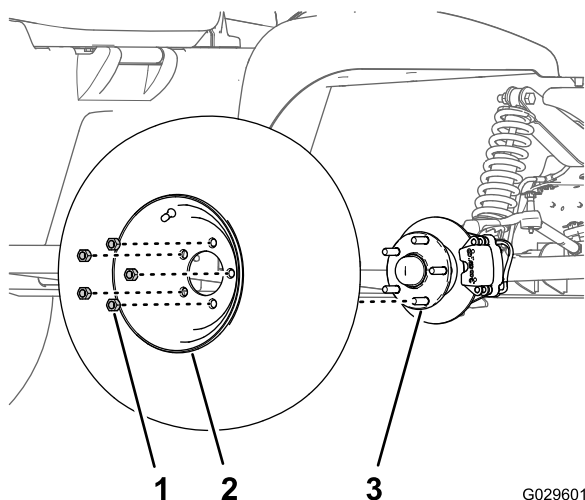

Рисунок 27
2. Отверните 5 зажимных гаек, которые крепят каждое колесо к ступице (Рисунок 27).
4. Совместите отверстия в колесе со шпильками в ступице и установите колесо на ступицу так, чтобы вентиль шины был направлен наружу (Рисунок 27).
5. Закрепите колесо на ступице зажимными гайками (Рисунок 27), затяните гайки с моментом 108-122 Н·м.